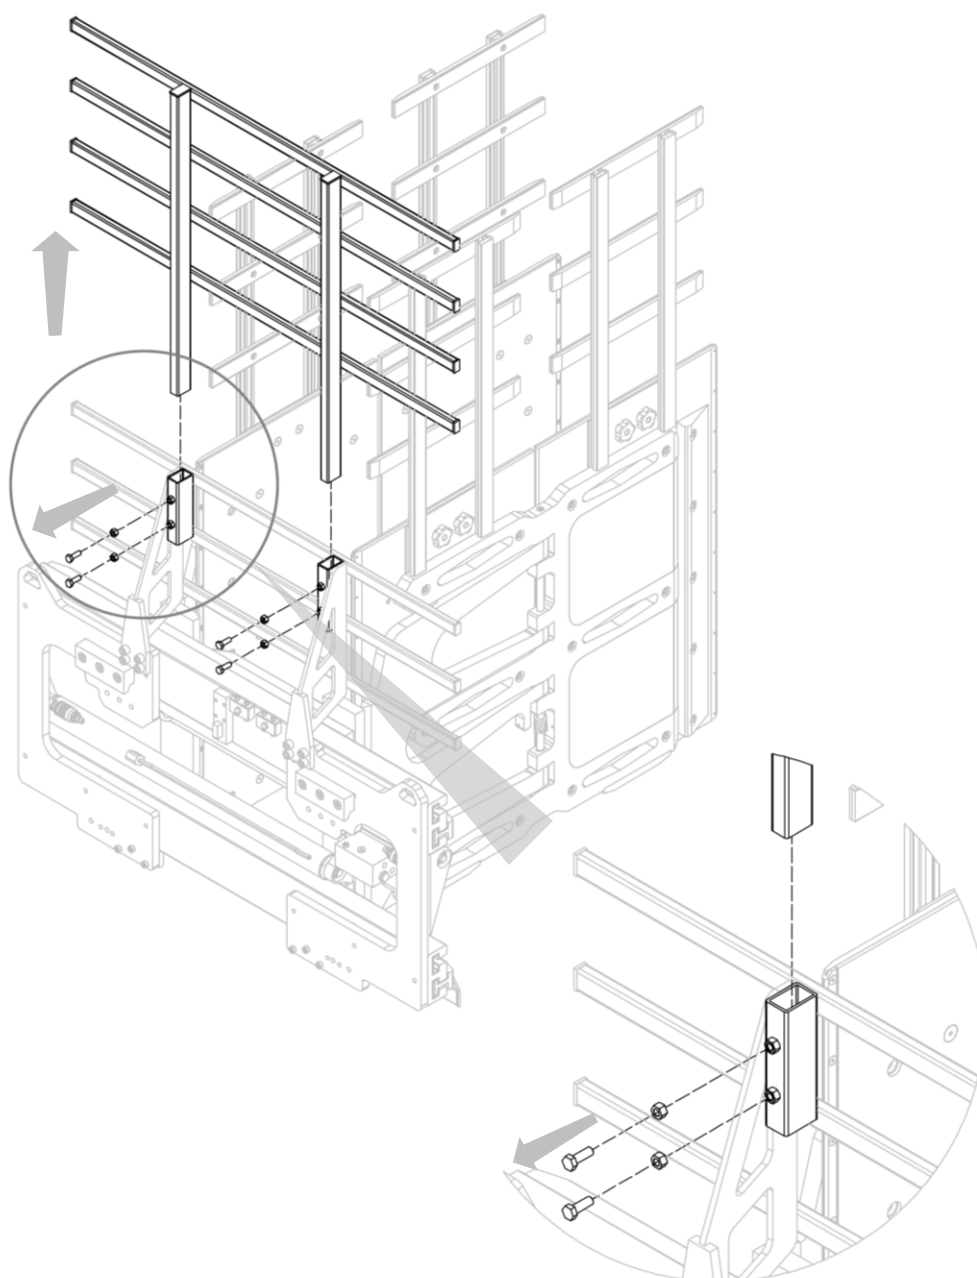

Figura 60
3. Smontare la parte superiore del telaio reggicarico, dopo aver rimosso le relative viti e i relativi controdadi (vedi *Figura 60*).